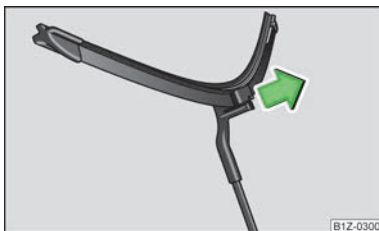

Fig. 36
- Detașați lamela ștergătorului în sensul indicat de săgeată » fig. 36.
- Rabatați brațele ștergătoarelor înapoi pe parbriz și cuplați contactul. Prin apăsarea manetei ștergătoarelor în poziția  » fig. 36 sau la deplasarea cu viteze peste 4 km/h, brațele ștergătoarelor revin în poziția de repaus.